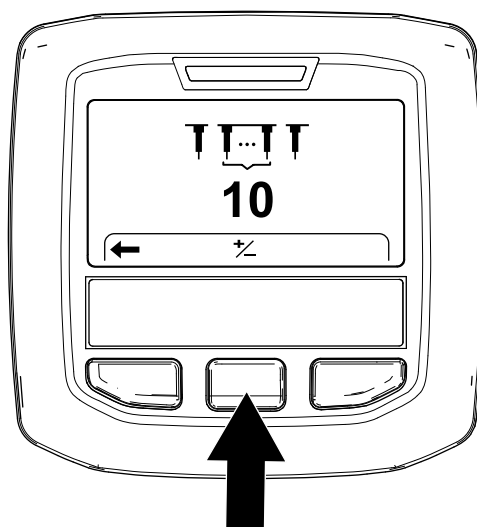

図 61
3. インフォセンターの右ボタンを押して「タインの数」Setting the Tine Quantity画面を出す 図 61。